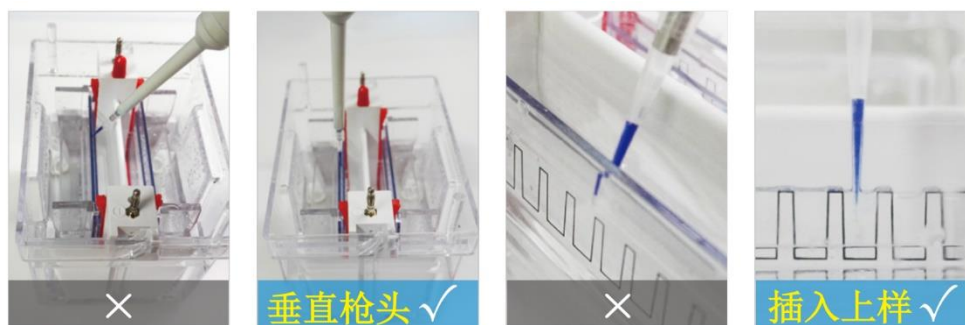

图 4. 上样方法示意图
3.3 上样枪头的尖端垂直插入上样孔中，缓慢地将样品注入胶孔（如图 4）。